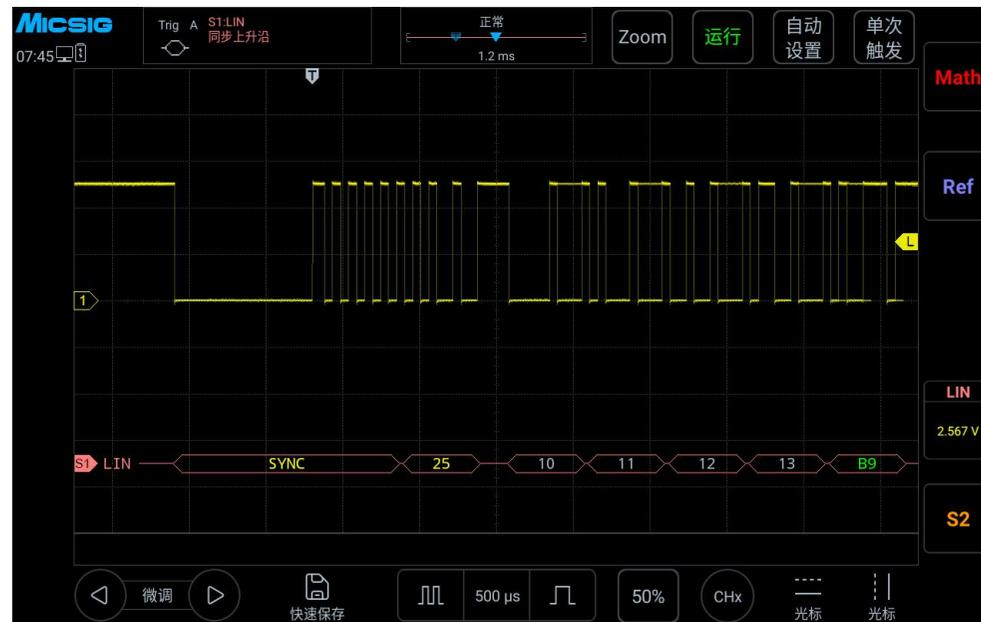

图 12-12 LIN 图形界面
- (1) 轻点 S1 打开解码通道，再次点击打开总线配置菜单；
- (2) 选择总线类型为“LIN”，依次点选“LIN1.3” “Ch1” “空闲高” “9.6kb/s”，然后关闭菜单；
- (3) 打开触发方式配置菜单，点选“同步上升沿”；
- (4) 点按  配置信息，打开解码通道阈值电平调节框，上下拖动调节框可以调节阈值电平；根据信号的幅值电平调节阈值电平使信号稳定触发。LIN 触发图形界面见图 12-12：